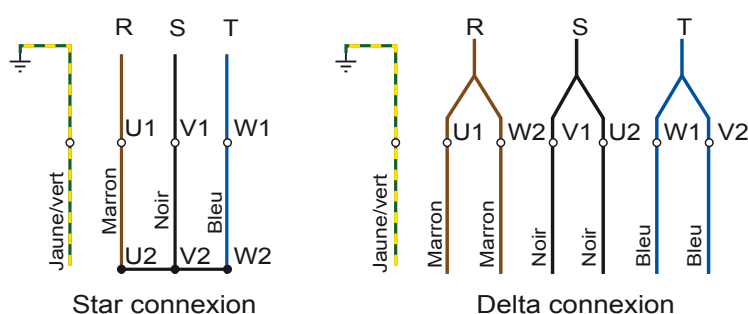

Fig 7. Branchement triphasé pour démarrage direct
- schéma de branchement pour démarrage direct (fig.7)